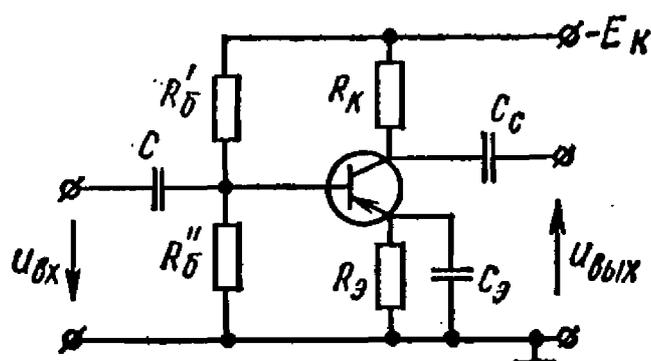

Рис. 13.14
13.14. Определить емкость конденсатора $C_э$ усилительного каскада с температурной стабилизацией (рис. 13.14), если известно,